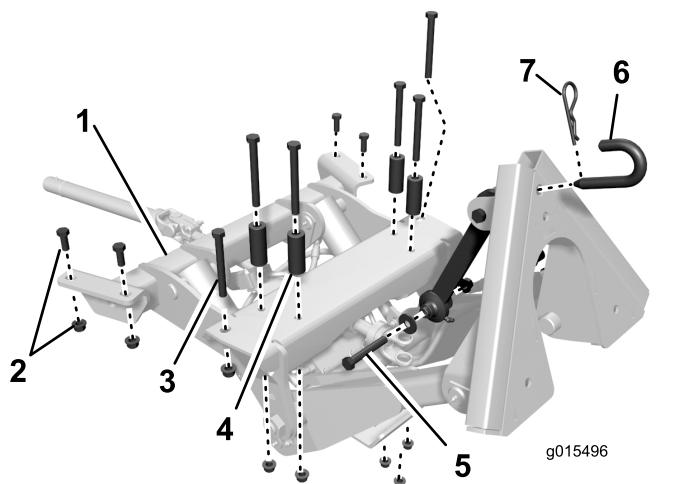
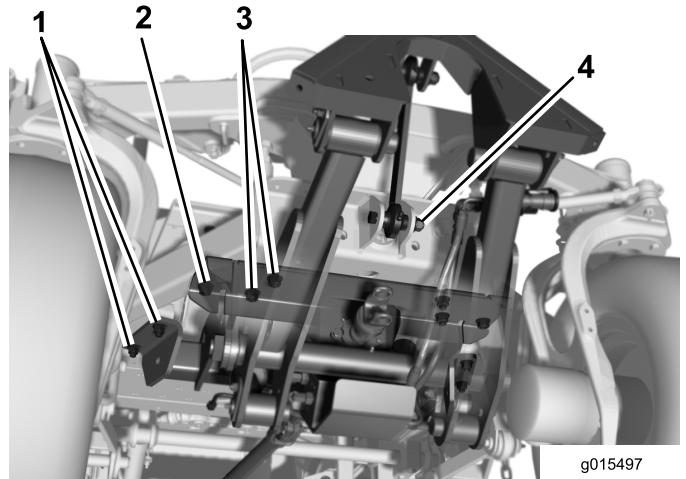

図5
図6
- 図5は、前アタッチメントフレームをトラクションユニットのフレームの下側に取り付ける位置や、取り付け用の金具類の大きさや位置を、上から見た状態を示している。
- 前アタッチメントフレームを機体の前部に置く図6。
- 前アタッチメントフレームを持ち上げて取り付け穴をフレームの穴および前フレームのクロスプレートに合わせる図6。
- アタッチメントの前部で、左右にある外側穴を、フレームのチャネル鋼に合わせて固定するねじ $\frac{1}{2} \times 4\frac{1}{2}$ "、フランジナット $\frac{1}{2}$ "を使用して図6のように取り付ける。
- アタッチメントの後部で、左右を、フレームのチャネル鋼に仮止めするねじ $\frac{1}{2} \times 1\frac{1}{4}$ "2本、フランジナット $\frac{1}{2}$ "を使用して図6のように取り付ける。
- 残り4つの取り付け穴を使って、アタッチメントをフレームのクロスプレートに固定するねじ $\frac{1}{2} \times 4\frac{1}{2}$ "、スペーサ、フランジナット $\frac{1}{2}$ "を使用して図6のように取り付ける。スペーサはねじの頭とクロスプレートの間に inserer。
9. 上リンクアセンブリをアクスルサポートに固定するねじ $\frac{1}{2} \times 3\frac{1}{4}$ "、サポートワッシャ 2 枚、スペーサ、ロックナット $\frac{1}{2}$ "を使用して図 5および図 6のように取り付ける。